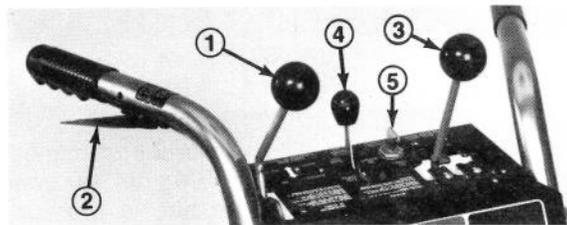

Figure 15
Commande de tarière (Fig. 15) — Cette commande a deux positions: EMBRAYÉE (Engage) et DÉBRAYÉE (Disengage). Pour embrayer la tarière et le ventilateur, poussez le levier de commande vers l'avant jusqu'à sa butée. Il dépassera alors le centre du tableau. Pour débrayer la tarière et le ventilateur, ramenez le levier de commande en arrière.
Levier d'interconnexion de sécurité (Fig. 15) — Il faut comprimer le levier d'interconnexion de sécurité contre la poignée du mancheron de droite quand la tarière ou les roues sont embrayées. Le moteur s'arrête automatiquement dès qu'on relâche ce levier pendant que la tarière ou les roues sont en prise. Il s'agit d'un dispositif de sécurité destiné à rappeler au conducteur de débrayer la tarière et les roues avant de quitter sa position de sécurité derrière les mancherons.
Commande d'entraînement des roues (Fig. 15) — Cette commande a sept positions: N (point mort ou neutre) 2 positions; R1 et R2 (2 vitesses de marche arrière); 1, 2 et 3 (trois vitesses avant). Pour changer de vitesse, placez le levier à la position désirée. Il faut tenir le levier de commande en position R (Marche arrière) pour reculer. Dès qu'on la relâche, la commande retombe automatiquement au point mort. Vous pourrez utiliser les vitesses 1, 2 et 3 selon les conditions d'enneigement. Continuez de comprimer le levier d'interconnexion en changeant de vitesse.
Commande des gaz (Fig. 15) — Plus vous poussez le levier vers l'avant, plus vous augmentez la vitesse.
Clé d'allumage (Fig. 15) — La clé d'allumage a deux positions: MARCHÉ (On) et ARRÊT (Off). Mettez la clé en position MARCHÉ (On) avant de mettre le moteur en marche à l'aide du démarreur à rappel. Pour arrêter le moteur, mettez la clé en position ARRÊT.
5. Tournez la clé d'allumage en position de MARCHÉ (Fig. 15).